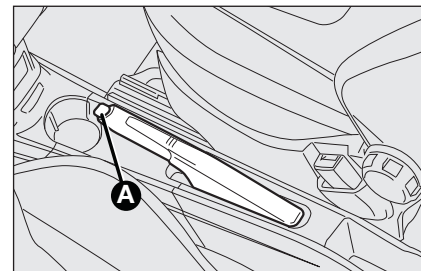

fig. 1
- ☐ soulever légèrement le levier et appuyer sur le bouton de déblocage **A**-fig. 1 ;